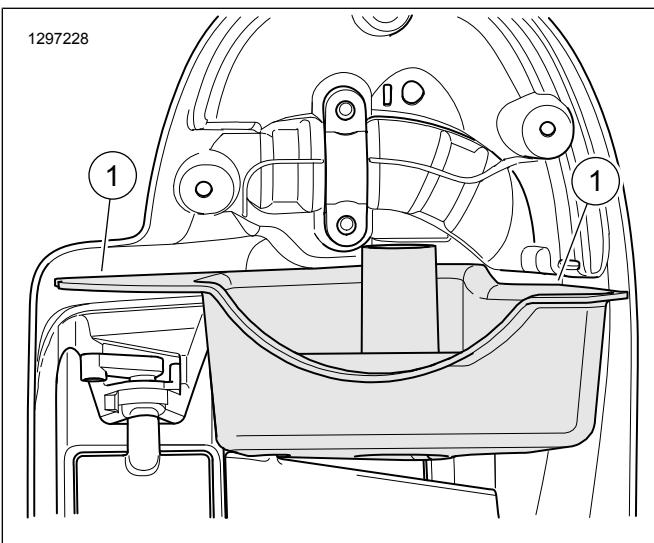

Figura 5. Wiċċ tal-Fairing ta' Isfel li Jaqbel mal-Gasket
- Ara Figura 5 . Ipprepara l-kompartiment tal-ispeaker u l-ixkaffa ta' isfel għall-installazzjoni tas-sigill tal-gasket. Naddaf b'taħlita fi proporzjon ta' 50-70 fil-mija alkoħol isopropil u 50-30 fil-mija ilma distillat.